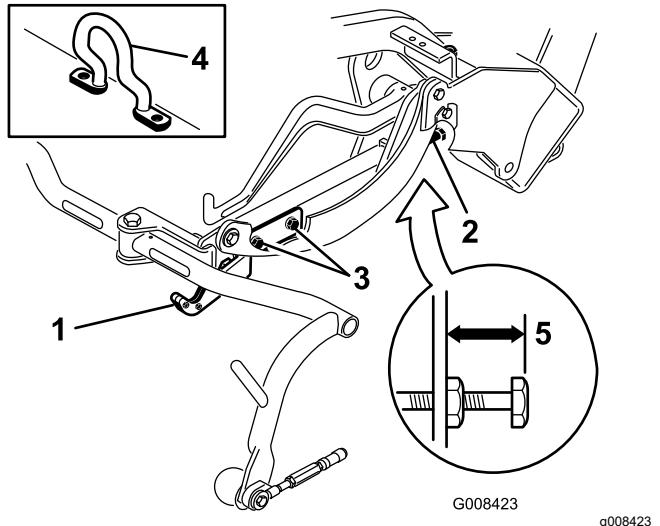
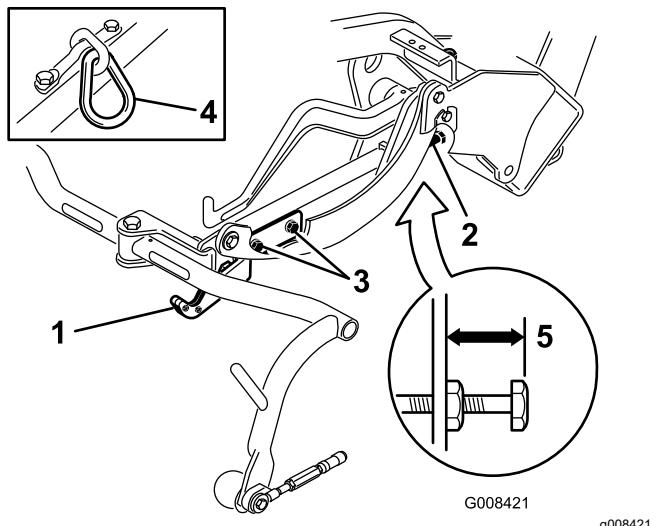
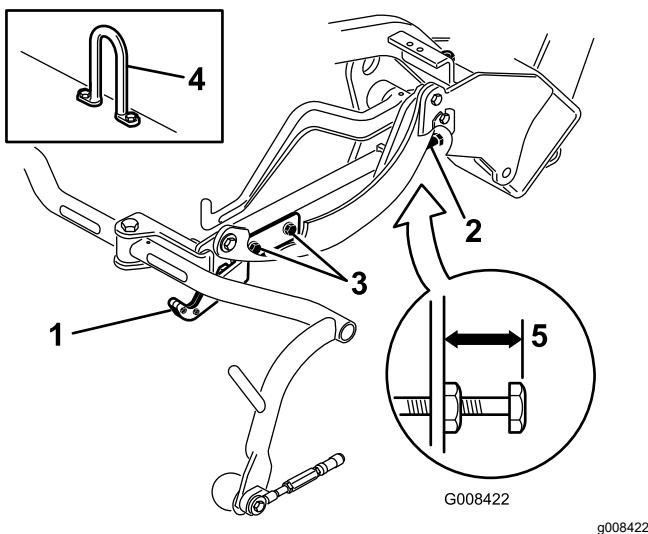

Figura 11
Figura 12
Figura 13
Compruebe la altura de transporte (Figura 12 y Figura 13) y ajústela si es necesario.
2. En unidades de corte equipadas con un gancho de elevación acodado (Figura 11, detalle) compruebe que la distancia entre la parte superior del tornillo de ajuste del bastidor de tiro y el borde trasero del bastidor de tiro es de 25 mm. Si la distancia no es de 25 mm, continúe con el paso 4.
3. En unidades de corte equipadas con un gancho de elevación con eslabón de cadena o recto (Figura 12 y Figura 13, detalle), compruebe que la distancia entre la parte superior del tornillo de ajuste del bastidor de tiro y el borde trasero del bastidor de tiro es de 22 mm. Si la distancia no es de 22 mm, continúe con el paso 4. Si la unidad de corte está equipada con un gancho de elevación acodado, (Figura 11), continúe con el paso siguiente.
4. Afloje los tornillos de montaje de la pletina de transporte (Figura 12, Figura 13 y Figura 11).
7. Si los bastidores de tiro no están a la misma altura, afloje la contratuerca del tornillo de ajuste del bastidor de tiro (Figura 11, Figura 12 y Figura 13). Gire el tornillo hacia fuera para elevar y hacia dentro para bajar. Apriete la contratuerca después de obtener la altura adecuada.